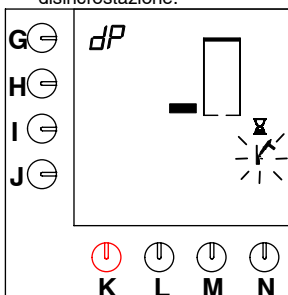

Fig. 25 Lasciare al disincrostante il tempo di agire
- Quando l'acqua è calda, sullo schermo vengono visualizzati una clessidra e il simbolo di un martello lampeggiante (vedere fig. 25). Segue una pausa di 5 minuti durante i quali il RENEGITE agisce.